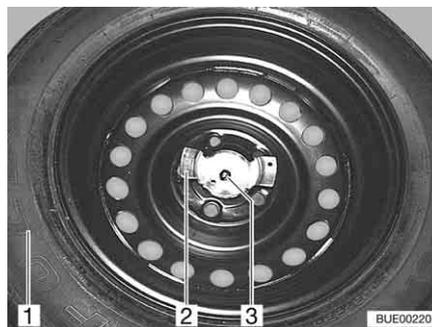

Bild 214 Ersatzrad-Befestigung
- Die beiden Muttern (Bild 214,2 und 3) abschrauben.
- Das Ersatzrad (Bild 214,1) dem Ersatzrad-Halter entnehmen.